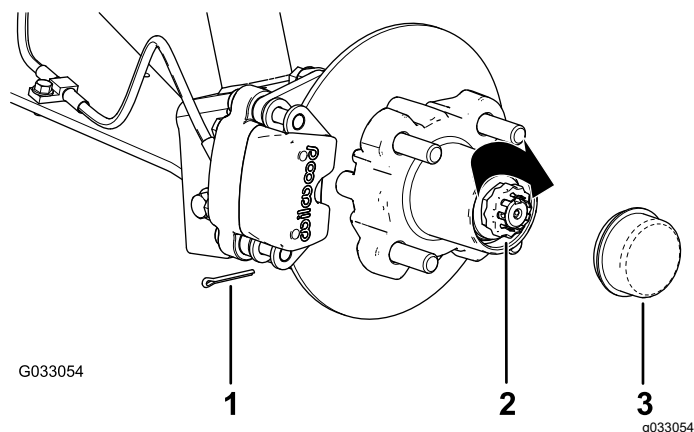

Figura 28
8. Instale o retentor por cima da porca e verifique o alinhamento da ranhura no retentor e o orifício no eixo para o contrapino (Figura 28).
9. Coloque o contrapino e dobre as pernas em torno do retentor (Figura 28).
10. Coloque o tampão antipoeira no cubo (Figura 28).